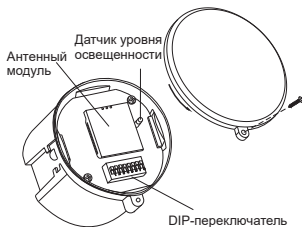

Рисунок 21
4.6.3 Настройка параметров ДД МВ 601 производится DIP-переключателем, который находится под защитной крышкой. Для доступа к нему необходимо выкрутить винт и открутить по резьбе защитную крышку (рисунок 21).